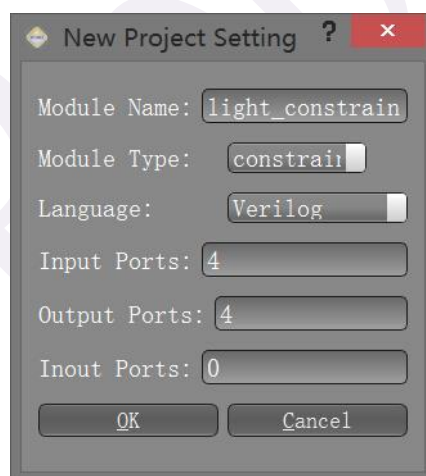

图 3-1-8 创建约束文件
(1) 新建一个模块，模块类型选择 constrain。如图 3-1-8 所示。